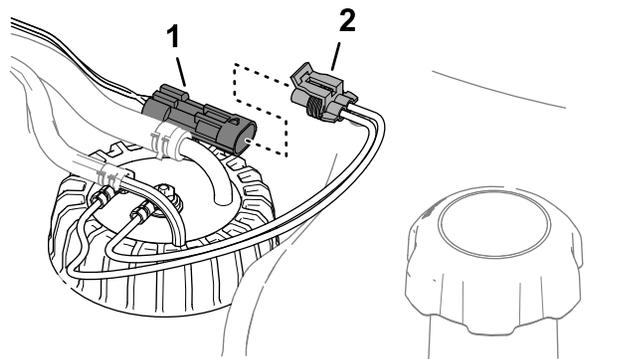

Рисунок 124
3. Отсоедините 2-гнездовой разъем жгута проводов датчика уровня топлива от 2-штыревого разъема жгута проводов машины (**Рисунок 124**).